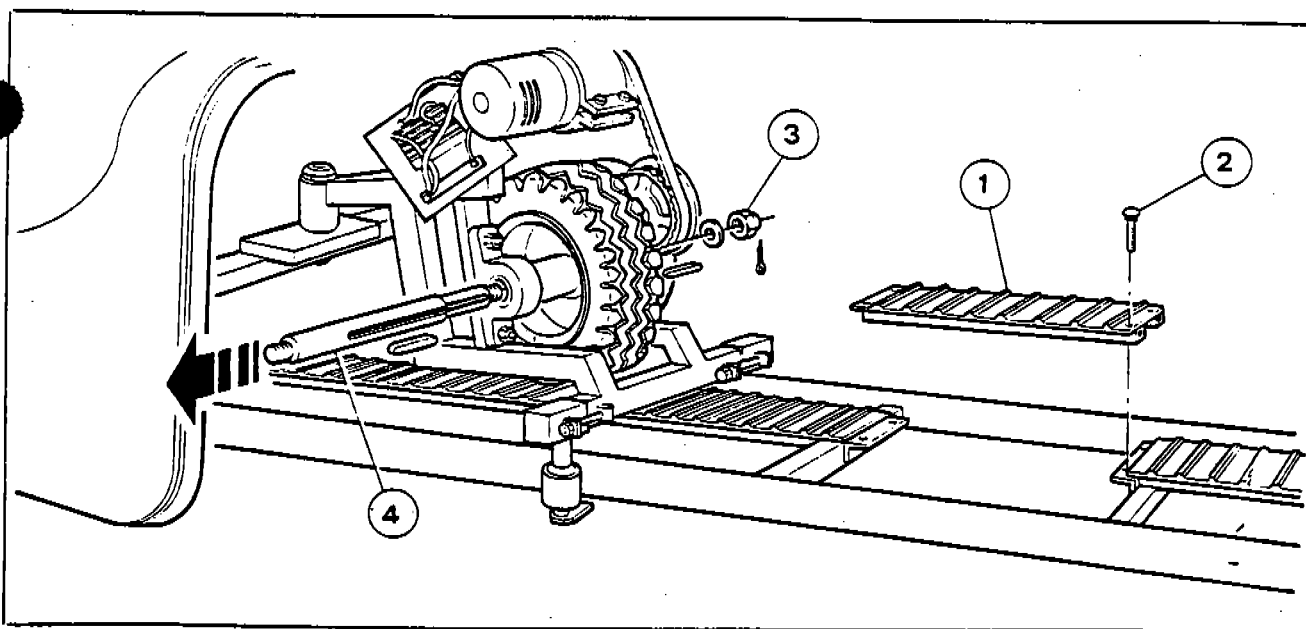

Fig. 42
1) Togliere inserto (1-Fig. 42) della corsia pista svitando le viti di fissaggio (2-Fig. 42) e spingere il convoglio fino a far coincidere la ruota con l'apertura/inserto.
3) Togliere il dado (3-Fig. 42) di fissaggio albero ruota.
4) Sfilare l'albero (4-Fig. 42) battendo dal lato riduttore, con un martello su punzone di materiale tenero (legno, alluminio ecc.).